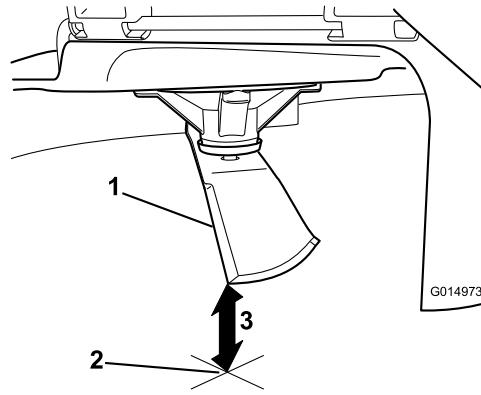

Figura 100
5. Mida desde la punta de la cuchilla hasta la superficie plana (Figura 100).